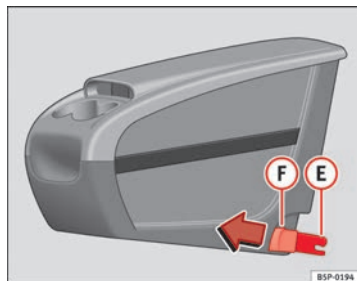
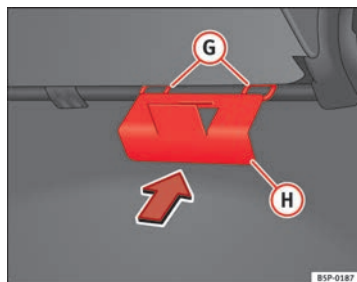

Fig. 111 Rangement mobile. Montage
Fig. 112 Plaque de fixation du rangement mobile
- Placez depuis l'intérieur du véhicule la plaque de fixation **(H)** ⇒ fig. 112 du rangement mobile par la partie arrière du dossier. Elle doit être située entre le dossier et le coussin, dans la zone de la place centrale.
- Mettez face à face les deux pièces de fixation **(E)** ⇒ fig. 111, avec les deux anneaux de fixation **(G)** ⇒ fig. 112 et appuyez fortement jusqu'à ce que les deux pinces s'enclipsent totalement dans les anneaux.
- Tirez sur chacun des boutons ⇒ fig. 111 **(F)** des pinces (boutons rouges) vers l'avant, jusqu'à entendre leur déclipsage.